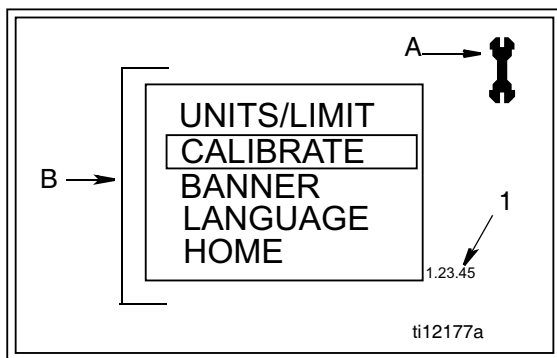

ABB. 12
Setup-Hauptanzeige (ABB. 12)
Funktionen der Setup-Hauptanzeige (ABB. 12)
2. Halten Sie dabei gleichzeitig auch die mittlere EINGABE-Taste (b) gedrückt (ABB. 11). Halten Sie beide Tasten gedrückt, bis die Setup-Hauptanzeige erscheint ABB. 12.